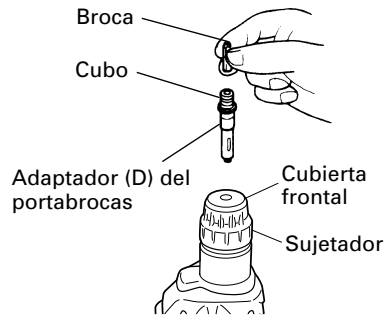

Fig. 18
6. Cuando coloque tornillos para metal (Fig. 18)
- No intente emplear la perforadora de percusión en la función de rotación y golpeteo con el adaptador de portabroca (D) y la broca instalados.
7. Atornillando tornillos para madera (Fig. 18)